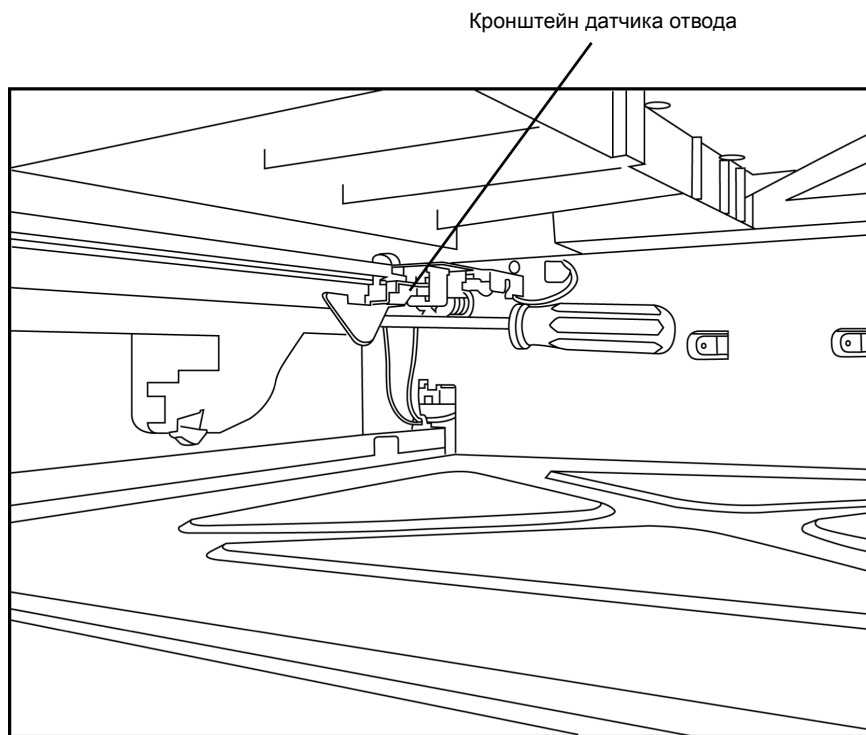

Рисунок 1 Снимите монтажный кронштейн датчика отвода
- b. Снимите датчик (Рисунок 1).